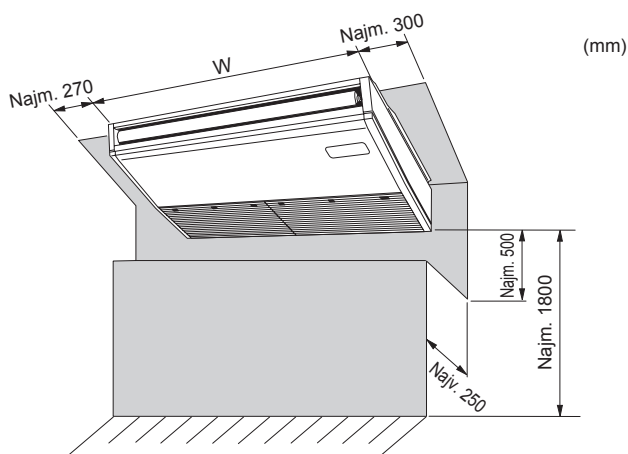

Fig. 2-1
2.1. Vanjske dimenzije (unutarnja jedinica) (Fig. 2-1)